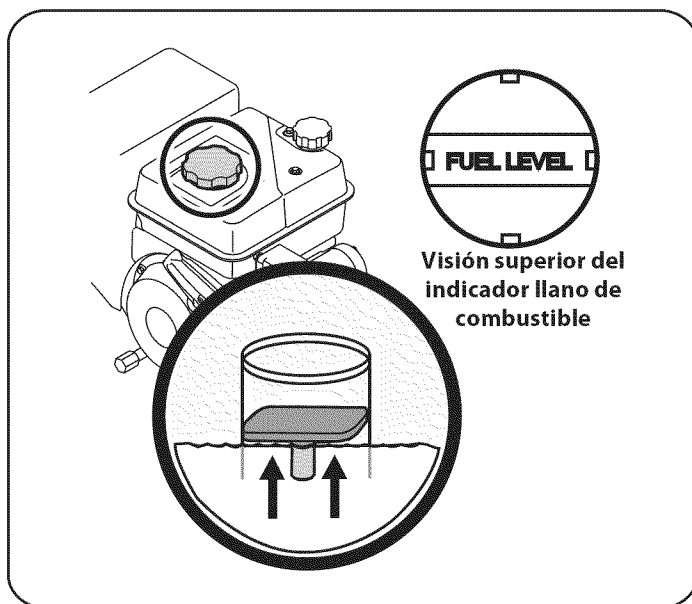

Figura 4
2. Un indicador llano de combustible está situado en el depósito de gasolina. Llene el tanque hasta que el combustible alcance el indicador del nivel de combustible, Figura 4. tenga cuidado de no sobrellenar.